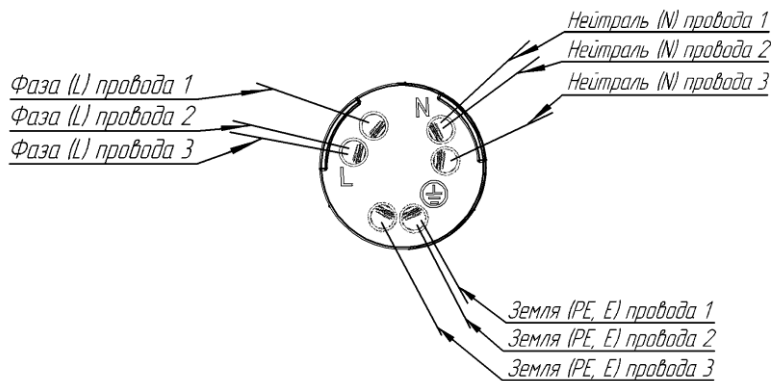

Рис. 1
6.4.2 Коммутация проводов с помощью кабельного соединителя производится в соответствии с Рис. 1. Для сохранения степени защиты светильника необходимый диаметр сечения кабеля должен быть 8-12 мм с проводами диаметром 0,5-4 мм².
Открутить гайку сальника и сам сальник с неподключенной части кабельного соединителя. Продеть через гайку сальника и сам сальник кабель. Концы проводов кабеля, продеть в соответствующие гнезда кабельного соединителя (рис. 1) согласно маркировке: коричневый провод - Фаза (L); синий провод - Нейтраль (N); желто-зеленый провод - Земля (PE, E). Фиксирующие винты затянуть. Закрутить гайку сальника и сам сальник на ответную часть кабельного соединителя.